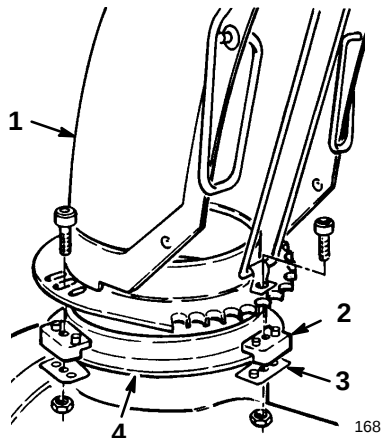

Abbildung 6
1. Eine dünne Schicht Tieftemperaturfett auf den Auswurftring auftragen (Abb. 6).
3. Darauf achten, daß die Führungsstifte der Auswurfkanalhalterung in die Löcher im Auswurfkanalzahnrad kommen (Abb. 6).
4. Die Maschinenschraube und die Sicherungsmutter an der linken Seite anziehen, bis die Auswurfkanal-Halteplatte an der Auswurfkanal-Plastikhalterung liegt und der Auswurfkanal am Auswurfkanalring befestigt ist (Abb. 6).